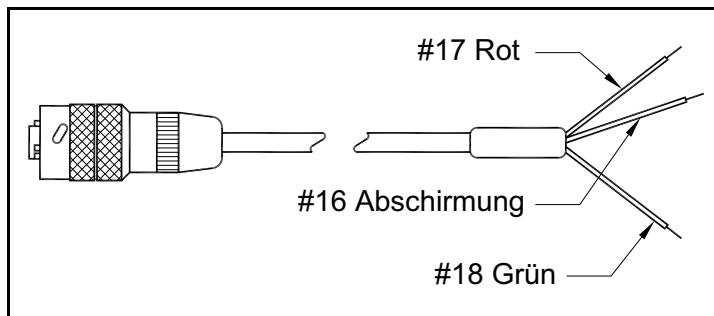
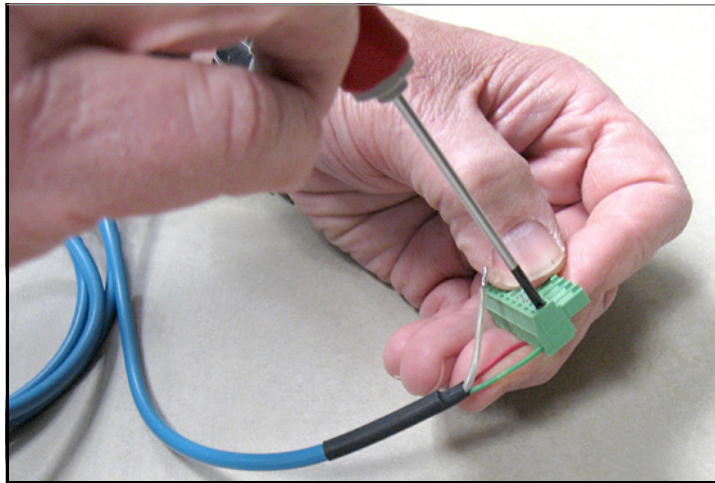

Figure 23: Anschlüsse des M Series-Messkopfkabels
Figure 24: Anschließen des Messkopfkabels an den Stecker
3. Beachten Sie *Figure 23* unten und *Figure 24 on page 21*, um das Ende des Messkopfkabels mit den drei Leitern an die untere Klemmenleiste (Stifte 16, 17 und 18) anzuschließen.